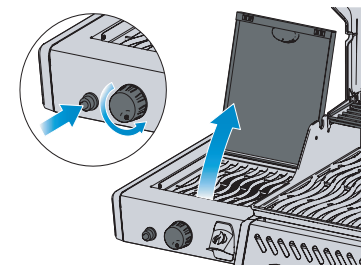

Fig. 3
4. Falls der Brenner nicht zündet, drehen Sie den Bedienelement im Uhrzeigersinn zurück auf AUS. Warten Sie fünf Minuten. Wiederholen Sie Schritt 2 und 3. (Fig. 3)